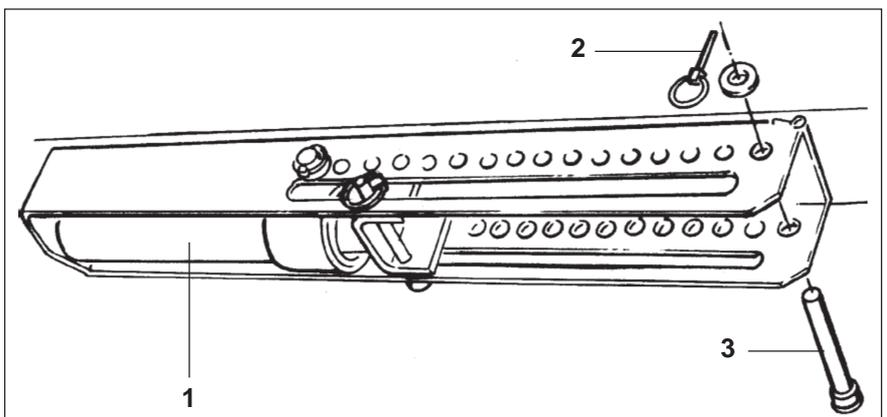

Fig. 22.6
- Dejar el cilindro hidráulico (fig. 22.6/1) sin presión.
- Introducir el perno (fig. 22.6/3) en un orificio de la carcasa de reglaje y asegurarlo con un pasador (fig. 22.6/2).
Cuanto más a la derecha esté situado el perno (fig. 22.6/3) en la carcasa de reglaje, mayor será la presión de las rejillas.